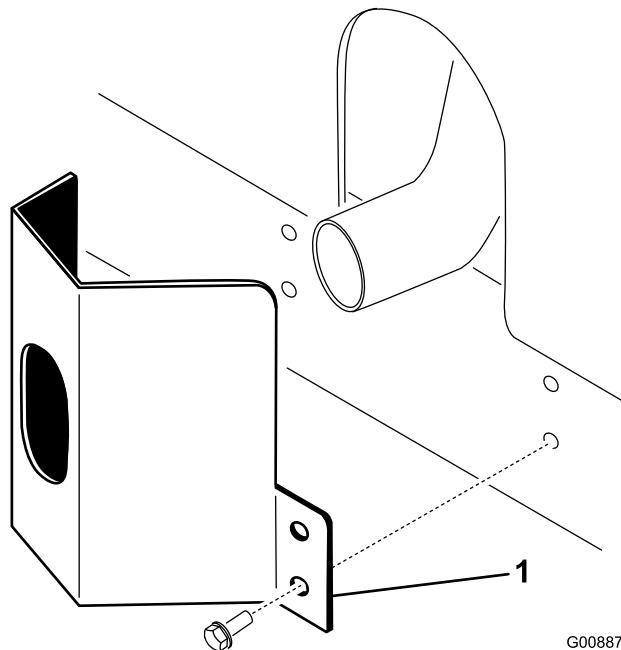

Figura 12
- 2. Fissate la protezione della marmitta sul telaio con quattro viti autofilettanti (Figura 12).
1. Collocate la protezione della marmitta attorno al silenziatore, allineando contemporaneamente i fori di fissaggio con i fori nel telaio (Figura 12).